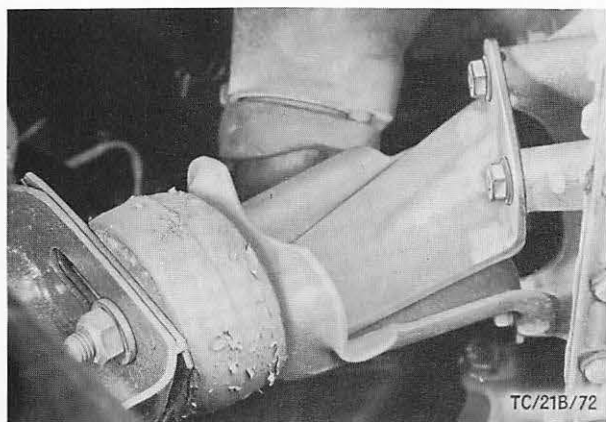

Abb. 11 Muttern von Gummipuffer-Motorträger abschrauben, „B“-Motor
5. Unterdruckschlauch-Bremsverstärker von Ansaugkrümmer bzw. Zwischenflansch-Vergaser entfernen. Anlasserkabel abklemmen und Anlasser (2 bzw. 3 Schrauben) ausbauen. Auspuffrohr(e) von Auspuffkrümmer(n) (2 bzw. 4 Muttern) und Gummipuffer-Motorträger vorn (2 Muttern) abschrauben, Abb. 11.